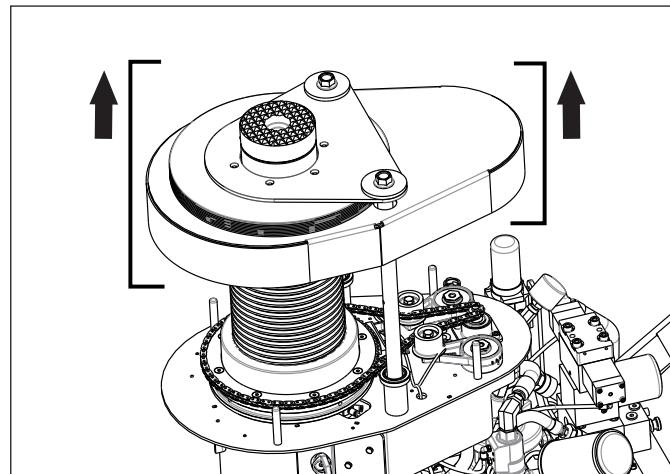

Figura 18, Levantar la tapa de acceso trasera para mostrar las roscas
**ADVERTENCIA** Asegúrese de que la manguera de suministro de aire esté desconectada y que el manómetro del regulador indique cero (0) psi/bar antes de Continuar con este procedimiento. El gato se pondrá en marcha inmediatamente cuando el manómetro indique presión y se pulse en cualquier botón de la botonera. La contratuerca y la cadena empezarán a girar. Si el gato se pone en marcha mientras se realizan procedimientos de lubricación pueden producirse lesiones graves.
4. Retire la tapa de acceso delantera del gato de modo que las roscas del cilindro estén máximamente expuestas. Véase figura 18.